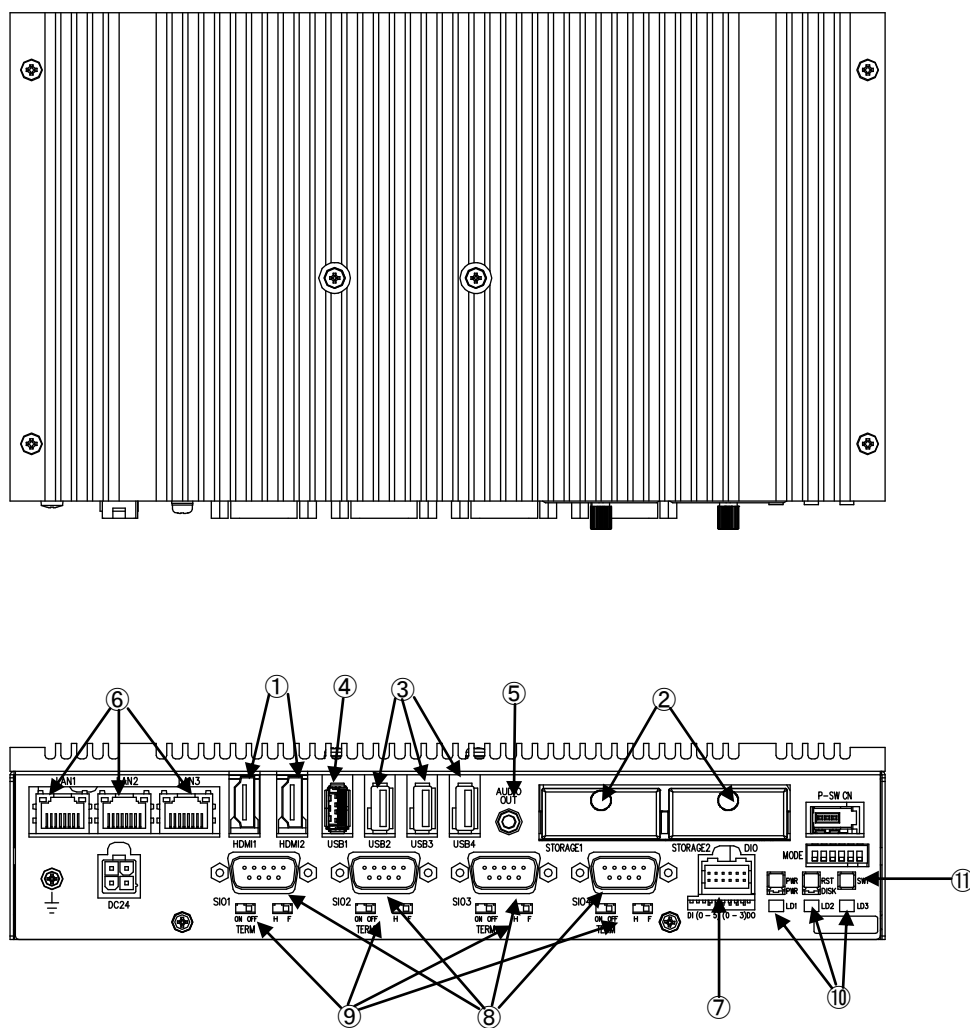

図 3-1-1. 外形図 (EC4-100AA)
EC4-100AA の外形図を図 3-1-1 に示します。各部名称を表 3-1-1 に示します。
COM1	SI01 (図 3-1-1 ⑦) アプリケーションでシリアル通信に使用できます。 シリアルポート設定スイッチと組込みシステム機能のシリアルコントロール機能を使用することで、RS-232C/422/485 を切替えることができます。
COM2	SI02 (図 3-1-1 ⑦) アプリケーションでシリアル通信に使用できます。 シリアルポート設定スイッチと組込みシステム機能のシリアルコントロール機能を使用することで、RS-232C/422/485 を切替えることができます。
COM3	SI03 (図 3-1-1 ⑦) アプリケーションでシリアル通信に使用できます。 シリアルポート設定スイッチと組込みシステム機能のシリアルコントロール機能を使用することで、RS-232C/422/485 を切替えることができます。
COM4	SI04 (図 3-1-1 ⑦) アプリケーションでシリアル通信に使用できます。 シリアルポート設定スイッチと組込みシステム機能のシリアルコントロール機能を使用することで、RS-232C/422/485 を切替えることができます。
ローカルエリア接続	LAN1 (図 3-1-1 ⑤): 1000BASE Ethernet
ローカルエリア接続 2	LAN2 (図 3-1-1 ⑤): 1000BASE Ethernet
ローカルエリア接続 3	LAN3 (図 3-1-1 ⑤): 1000BASE Ethernet
汎用入出力	汎用の入出力です。 入力 6 点、出力 4 点を制御できます。 (図 3-1-1 ⑥)